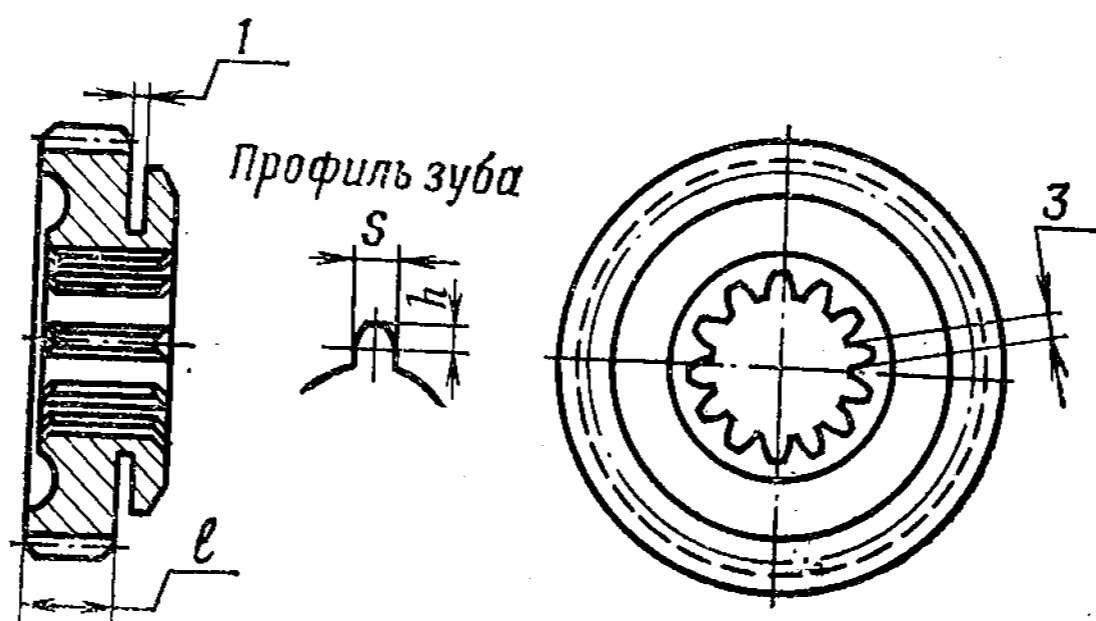

Рис. 100. Скользящая шестерня первой передачи и передачи заднего хода
- ширина паза 1 (рис. 100) под вилку переключения более 6,8 мм;